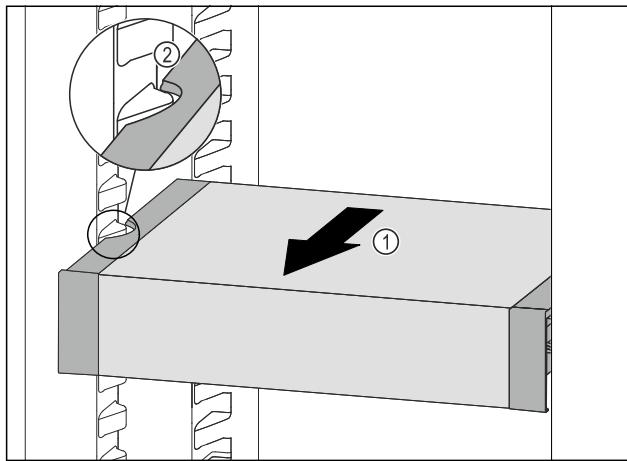

Fig. 72
- Táhněte VarioSafe dopředu Fig. 72 (1), dokud nebudou boční vybrání VarioSafe na úrovni žebrování na nádobu v chladničce. Fig. 72 (2)